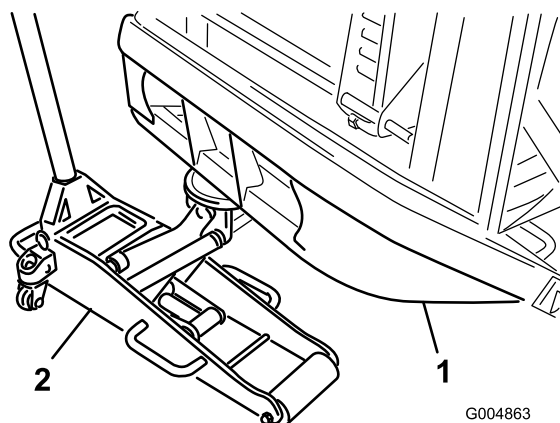

Figura 30
1. Coloque un gato de suelo apropiado debajo del tubo del parachoques trasero, eleve la parte trasera de la máquina y apóyela sobre gatos fijos (Figura 30).